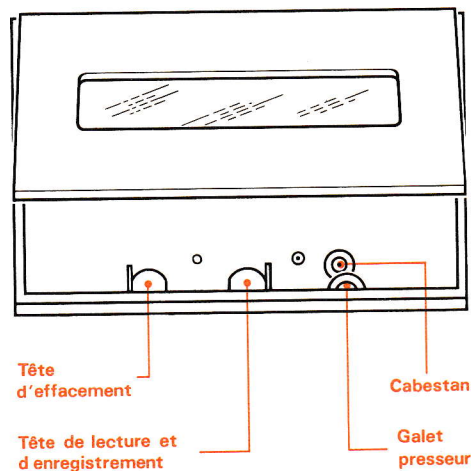

Fig. 11
- Nettoyer les deux têtes et le galet presseur à l'aide d'un coton tige imbibé d'alcool (Fig. 11).